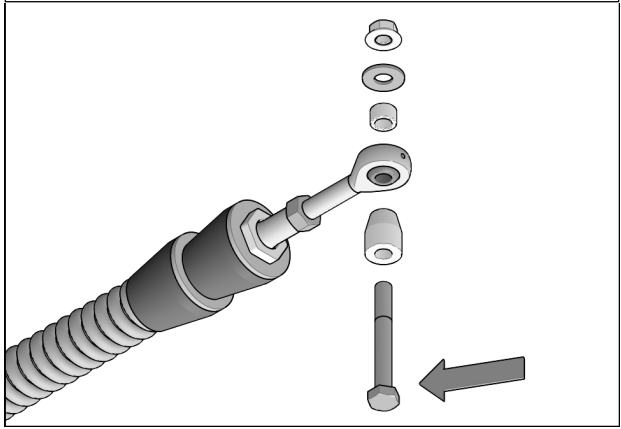

Fig. 3
4. Retirer les boulons, rondelles et espaceurs des rotules des bras stabilisateurs arrière. Insérer un boulon à l'extrémité de chacun des ancrages de suspension arrière (B1-B2). Voir la Fig. 3